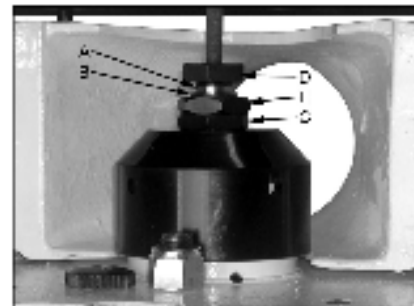

Рис. 3
Очистите конус шлифовального штифта (А, Рис. 3) и приемное устройство шпинделя (В).
Входящим в поставку вилочным ключом открутите гайку шлифовального штифта (D) против часовой стрелке, при этом удерживайте шпиндель на верхней гайке шпинделя (E, Рис. 3).